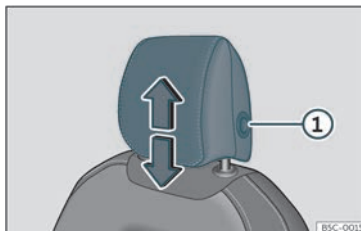
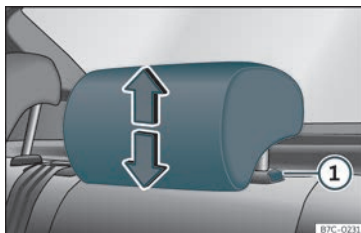

Fig. 106 Asento dianteiro: regulación do repousacabezas.
Fig. 107 Repousacabezas traseiro: regulación do repousacabezas.
mesma acción, premendo o botón lateral ① >>> fig. 106 >>> fig. 107.
- Prema o botón lateral >>> fig. 106 ① e extraia o repousacabezas.